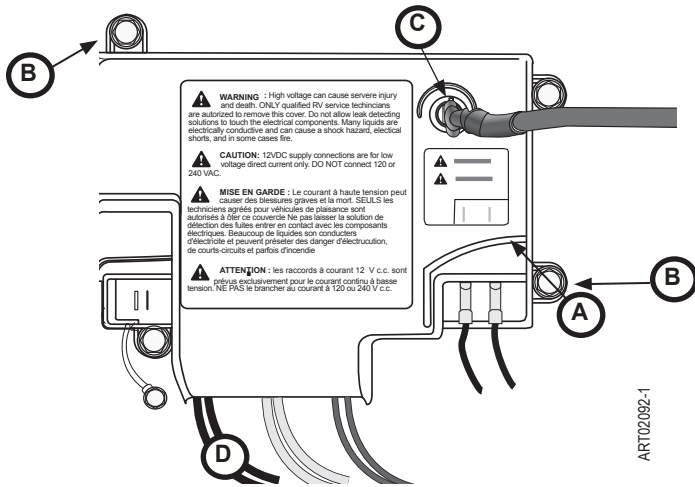

Fig. 3 - Circuit d'alimentation
1. Enlevez délicatement le connecteur du fil d'allumage (Fig. 3, C) du circuit d'alimentation (Fig. 3, A). Ne tirez pas directement sur le fil!
2. Dévissez les vis du couvercle du tableau électrique (Fig. 3, B) (2x); enlevez le couvercle.
3. Débranchez les fils de l'unité chauffante c.a. (Fig. 3, D) des bornes AC_HT_LO_2 et AC_HT_HI_2 sur le circuit d'alimentation.